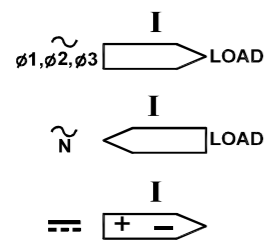

Рисунок 3. Расположение Токового Пробника
- Зашелкните клещи Токового Пробника вокруг проводника; убедитесь, что стрелка указатель на клещах Пробника указывает в правильную сторону. (см. Рисунок 3.)